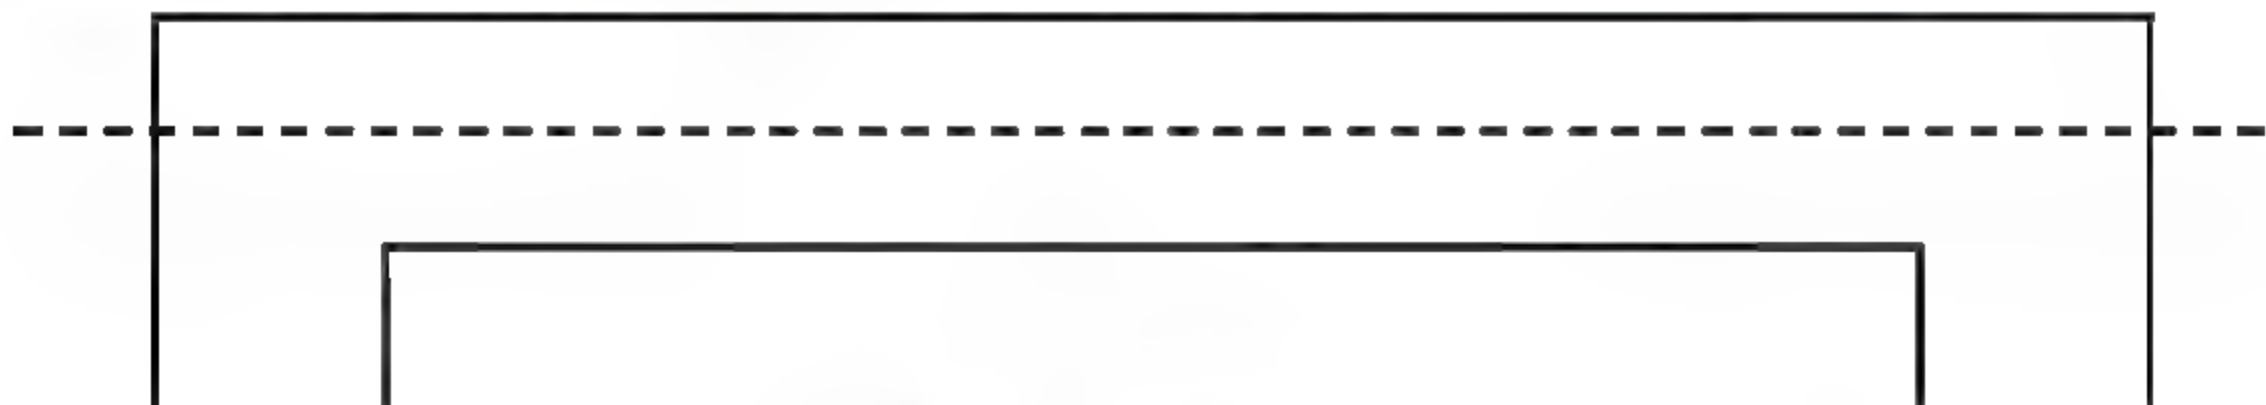

图 9.1.53 绘制辅助线
(26) 绘制辅助线。在绘图界面中,首先按快捷键 R+P,在导入的 CAD 底图中 150mm 内墙的中心处画出一条辅助线,如图9.1.53所示。